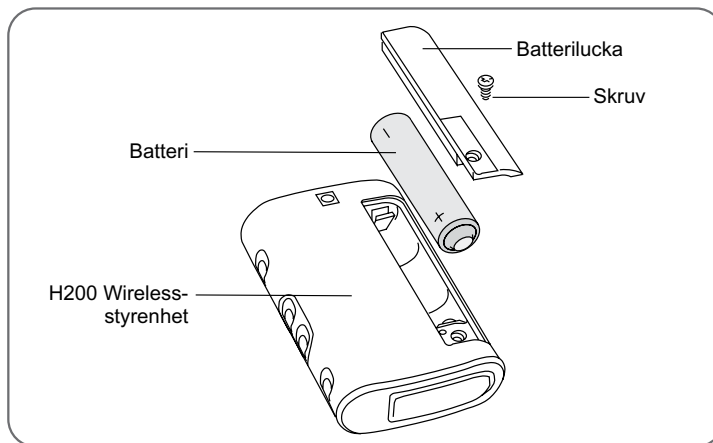

Bild 11-1: Byta styrenhetsbatteriet
1. Använd en stjärnskruvmejsel och ta bort skruven från batteriluckan på styrenhetens baksida. Se bild 11-1.